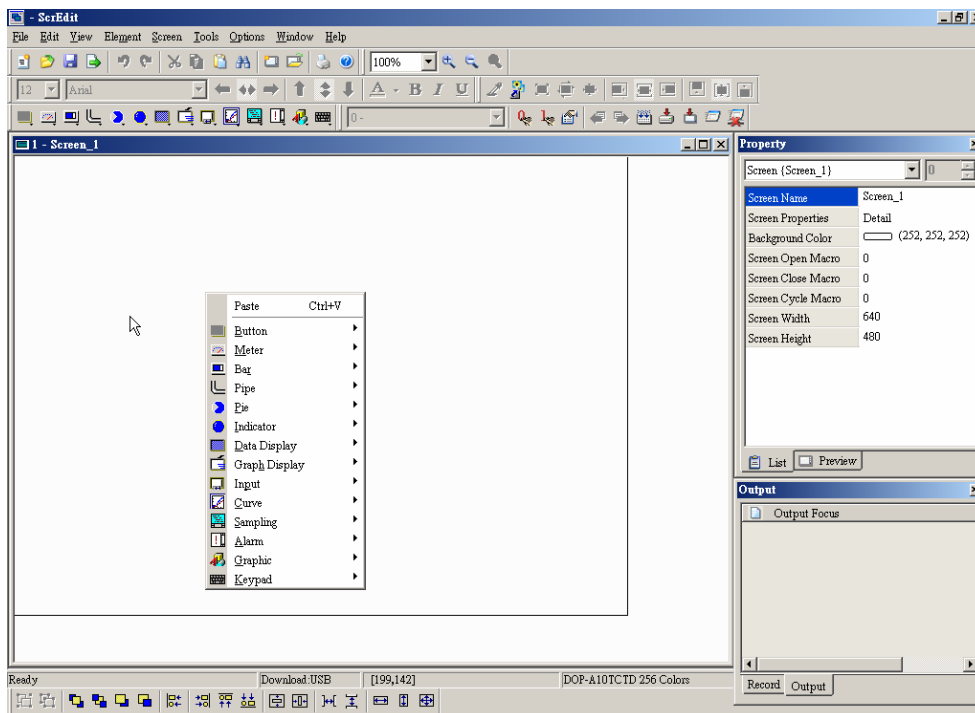

Рис. 3.1.1 Контекстное меню быстрого доступа
1. Кликком правой кнопки мыши на рабочей области экрана можно вызвать контекстное меню (см. Рис. 3.1.1.), из которого можно выбрать любой объект.